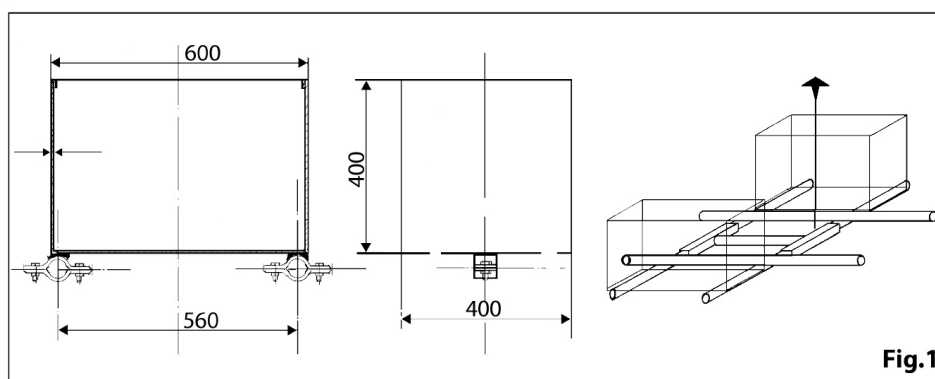
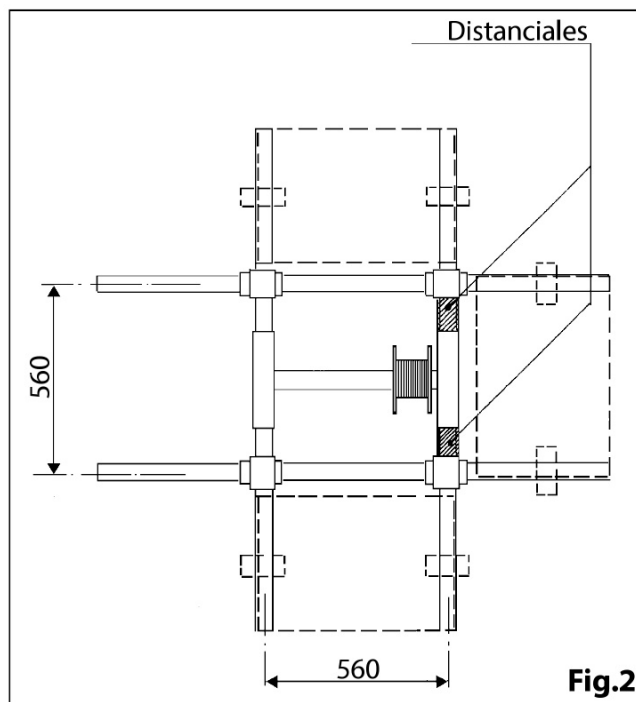

FIG. 4 — Schéma de lestage avec conteneurs
FIG. 5 — Châssis porteur et entretoises de centrage
- 1) Convenablement lesté au moyen de trois conteneurs fournis sur commande par l'entreprise constructrice, qui devront être disposés selon le schéma indiqué à la Fig. 4, en utilisant quatre tronçons de tube de 48×3 mm de diamètre et d'une longueur d'environ 1 500 mm, dont deux devront être introduits dans le tube carré du châssis porteur ; sur l'un de ces deux seront placées deux entretoises pour le centrage de l'élévateur (Fig. 5). Pour finir, il faudra utiliser quatre raccords orthogonaux d'échafaudage. Il faut veiller à placer les trois conteneurs comme indiqué sur le dessin et, plus précisément, deux en position latérale par rapport à l'élévateur et un en tête du côté du tambour. Chaque conteneur devra être lesté avec 120 kg de matériau solide d'une masse volumique supérieure ou égale à $1\,300 \text{ kg/m}^3$.